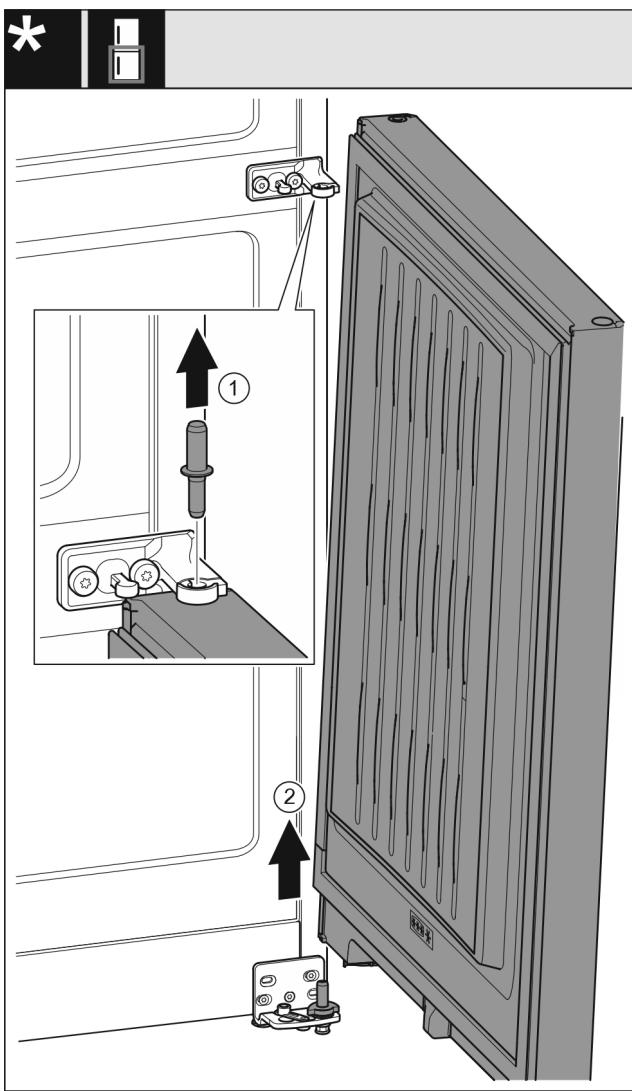

Fig. 7
- Sornike izvlecite v smeri navzgor. Fig. 7 (1)
- Vrata obrnite navzven, jih povlecite navzgor in postavite na stran. Fig. 7 (2)